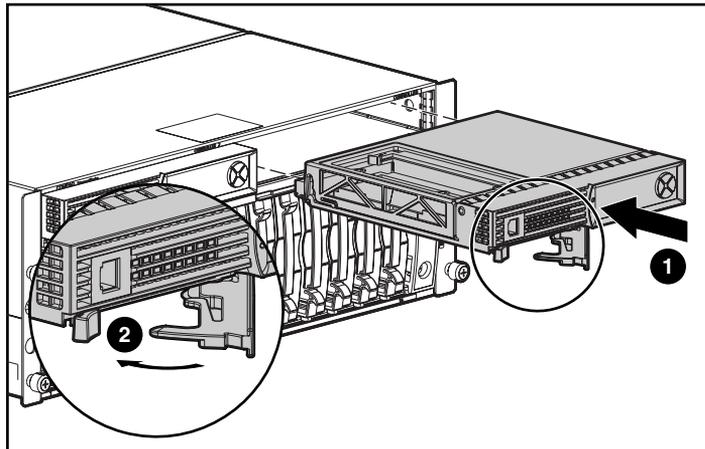

図5: コントローラをインストールする
7. コントローラを可能な限り奥まで押し込み**①**、フロント パネルと面が揃うまでラッチを内側へ押し込みます**②**。図5を参照してください。